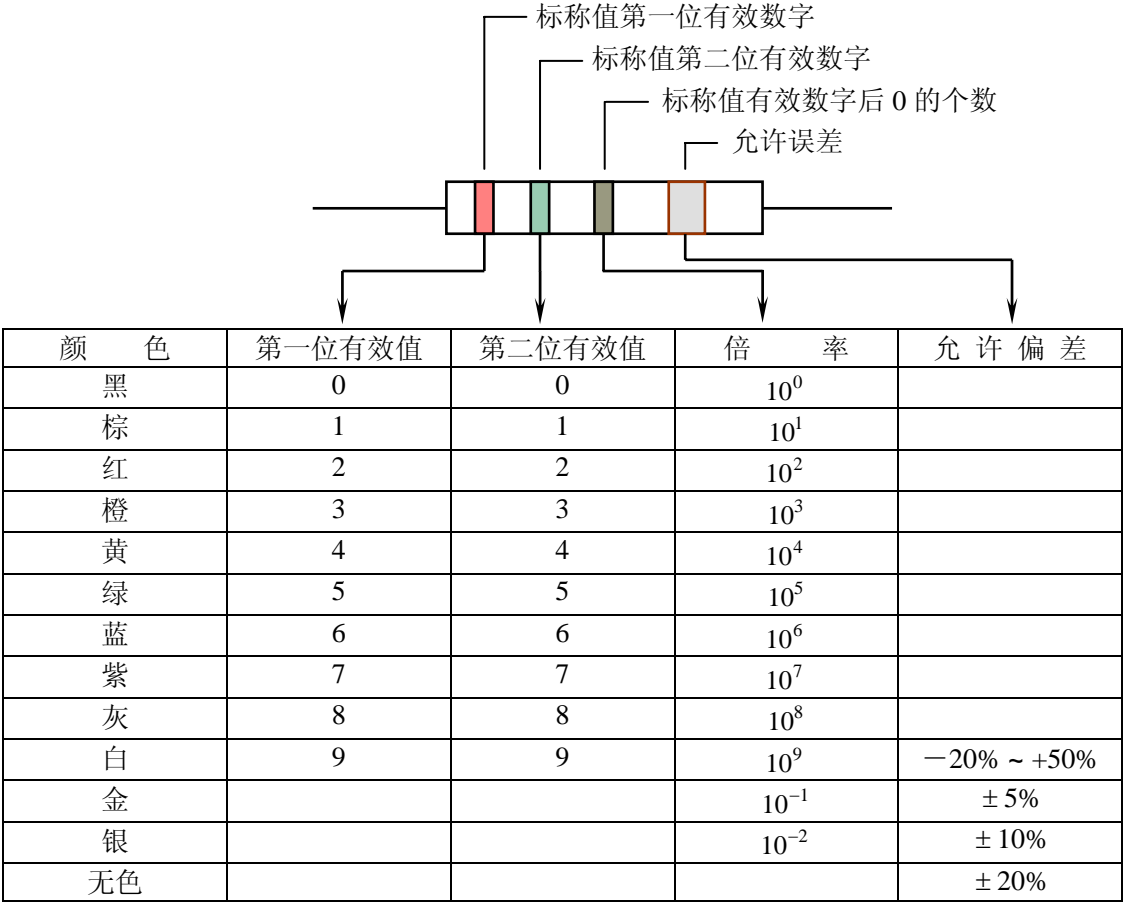
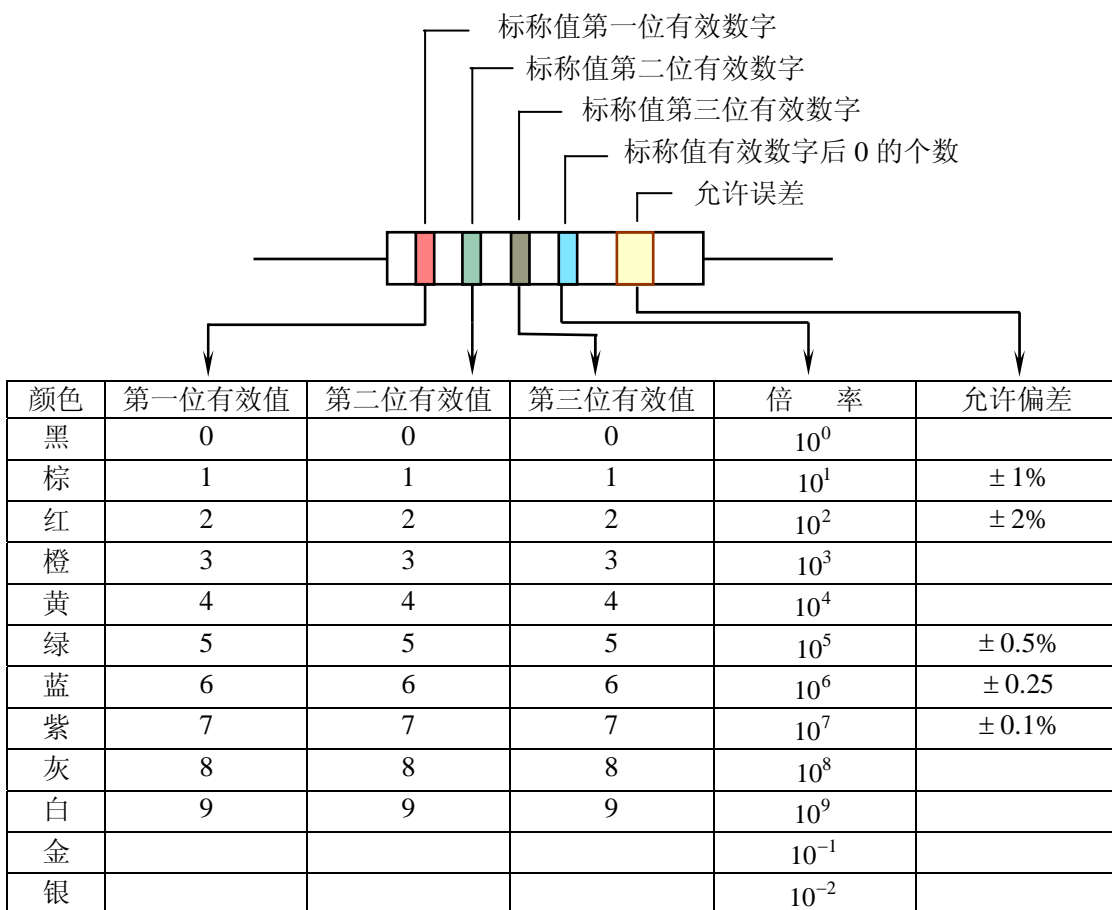

图 1 两位有效数字阻值的色环表示法
图2 三位有效数字阻值的色环表示法
(2) 色标法：色标法是将电阻器的类别及主要技术参数的数值用颜色（色环或色点）标注在它的外表面上。色标电阻（色环电阻）器可分为三环、四环、五环三种标法。其含义如图 1 和图 2 所示。